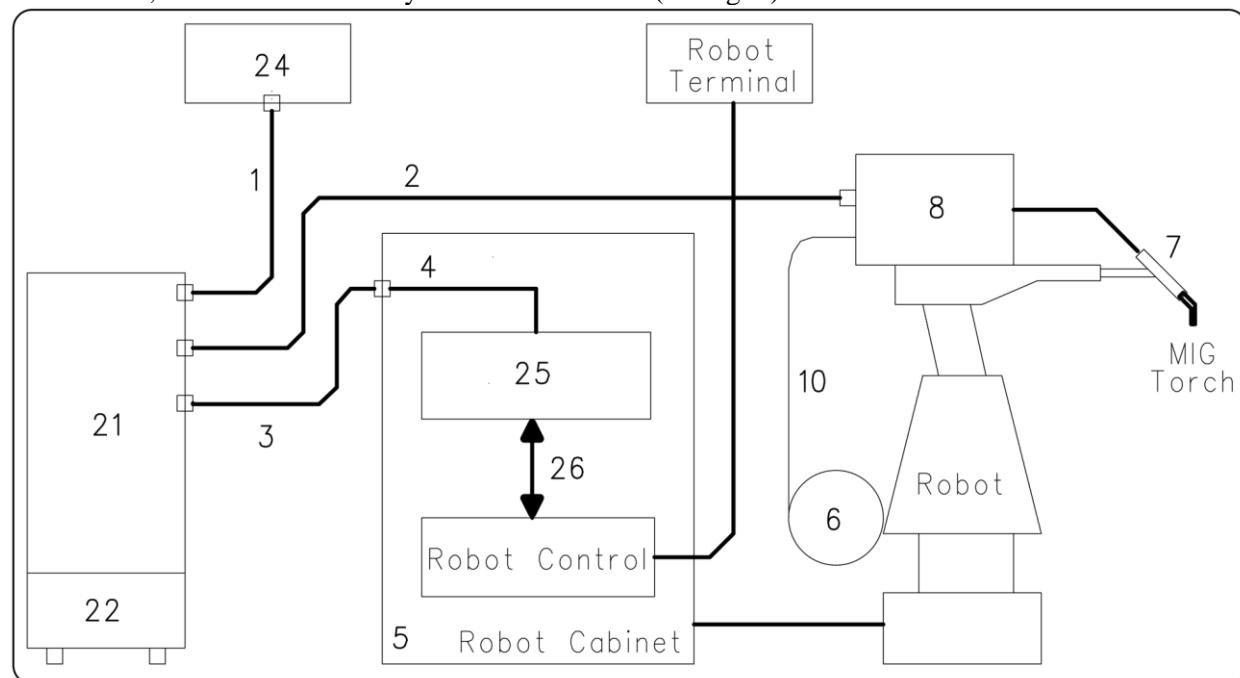

fig. 1
Está compuesto por un Generador, equipado eventualmente con un Grupo de Enfriamiento, un Carro Arrastrahilo, un Panel de Control y una Interfaz Robot (ver fig. 1).
3.2 Puesta en marcha del Generador (fig. 1).